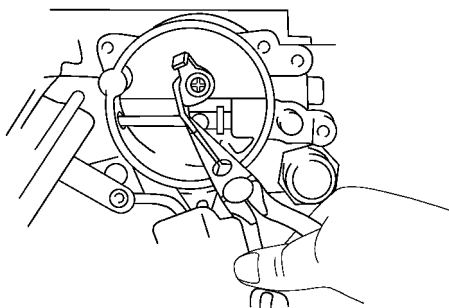

图 2-31 弯曲阻风门拉杆进行调整
2) 拆下线圈外壳，弯曲阻风门拉杆进行调整，如图 2-31 所示。